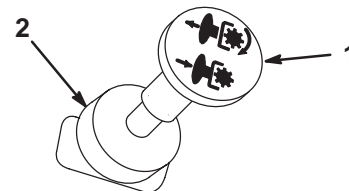

Bild 5
2. Schieben Sie den Zapfwellenantriehshebel (ZWA) auf „Aus“ (Bild 5).
2. Stellen Sie den Zapfwellenantrieb auf „Aus“ (Bild 5).